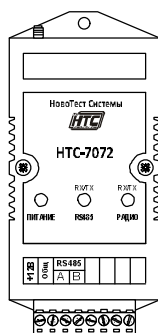

Рисунок 1. Внешний вид радиомодема НТС-7072.
- 1.4.1. Внешний вид передней панели радиомодема НТС-7072 приведен на рис. 1.